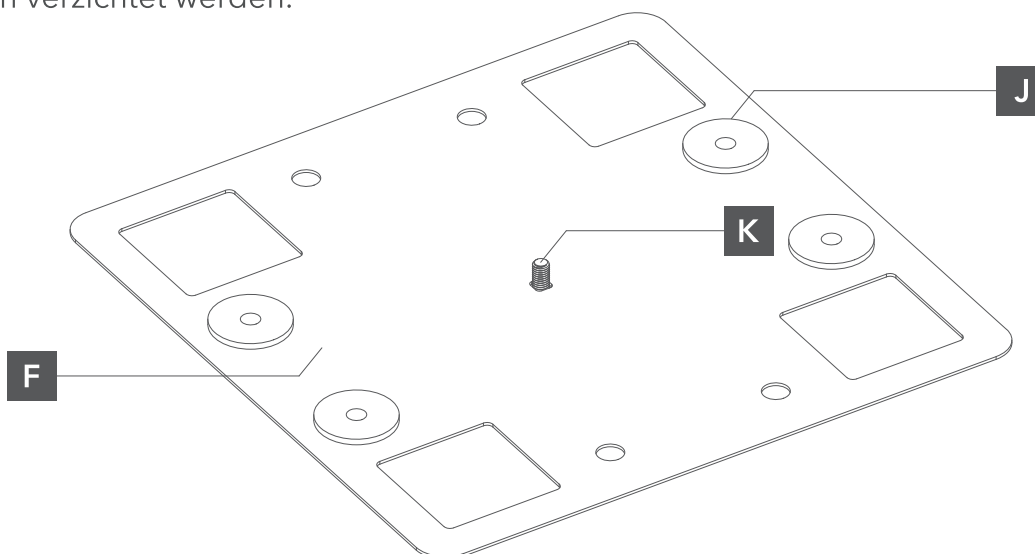

Abb. 3 Installation der Montageplatte auf dem Membrandach
- 2 Bringen Sie die Sicherungsschrauben in der Montageplatte an und positionieren Sie die Platte an der gewünschten Stelle auf der Dachbahn. Befestigen Sie die Bolzen durch die Befestigungslöcher auf dem Dach (Abb. 3). In einigen Fällen kann auf die Befestigung der Stollen verzichtet werden.